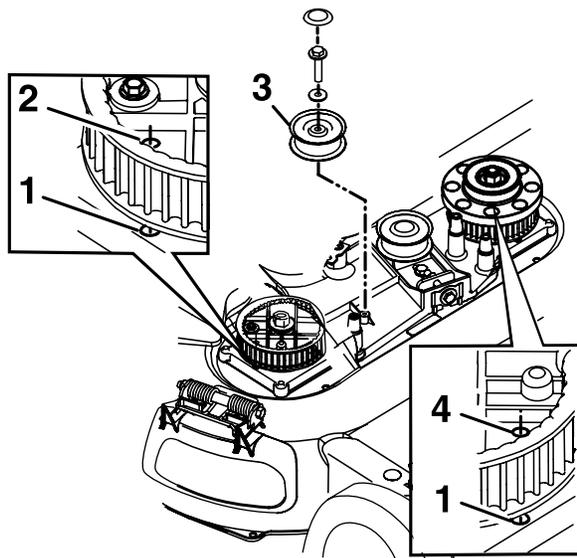

Figura 45
8. Retire a polia intermédia fixa e as ferragens (Figura 45).
10. Alinhe os orifícios nas rodas dentadas direita e esquerda com os furos na caixa como se mostra na Figura 45.